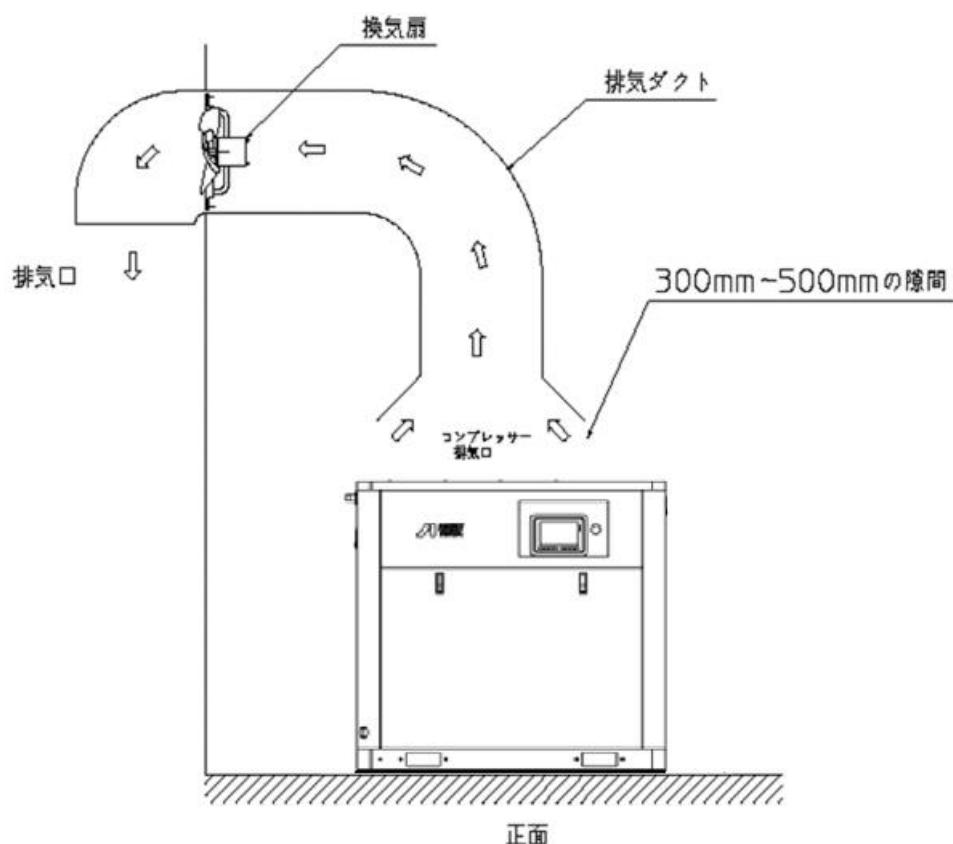

図4.5-3 局所換気②
局所換気②の設置例は図4.5-3をご参照ください。
- (4) 換気扇は、表4.5-3の風量以上のものを選定し、静圧は排気ダクトの圧力損失にほぼ等しくなるような性能のものを選定してください。
- (5) 据付場所の吸気口部の流速は5m/sec以下としてください。
- 排気ダクトに換気扇を取り付ける場合は、コンプレッサの天井と排気ダクトは300~500mmの隙間を開けてください。(図4.5-3 局所換気②)